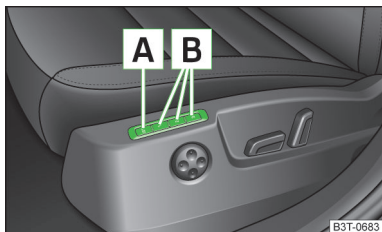

Fig. 53
La función Memory para el asiento del conductor ofrece la posibilidad de memorizar la posición del asiento del conductor y de los retrovisores exteriores. Puede asignarse una posición de ajuste a cada una de las tres teclas de memoria **B** » fig. 53.
- Pulsar la tecla **SET** **A** » fig. 53.
- Pulsar la tecla de memoria deseada **B** » fig. 53.
- Pulsar **brevemente** la tecla de memoria deseada **B** » fig. 53 con el encendido conectado.
- Pulsar y mantener pulsada una tecla cualquiera de la memoria  » fig. 53 de la página 75. Una vez que el asiento haya adoptado la posición guardada en la tecla correspondiente, pulsar simultáneamente la tecla  de la llave con mando a distancia en los 10 segundos siguientes.
- Pulsar la tecla   » fig. 53 de la página 75 y mantener pulsada. Pulsar simultáneamente la tecla  en la llave con mando a distancia al cabo de 10 segundos.